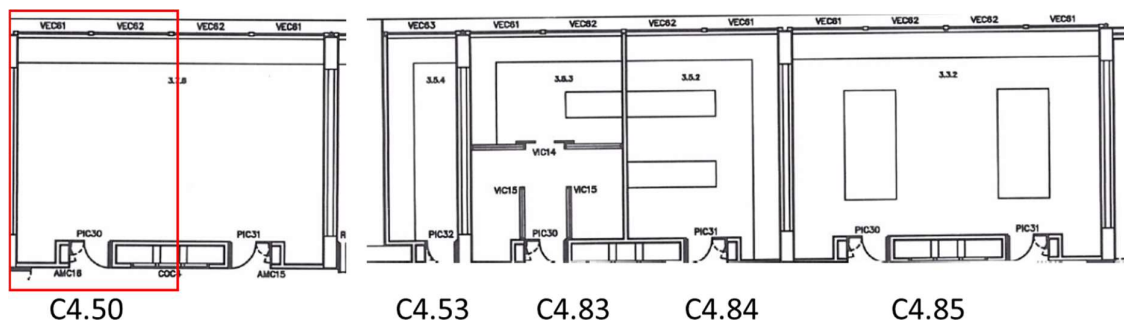

Figura 16A
- C4.50 - Laboratório de Virologia, localizado no 4º piso do Edifício C (Figura 16A);
- C4.85 - Laboratório de Biologia Molecular, localizado no 4º piso do Edifício C (Figura 16A).
- C4.53- Laboratório de Cultura de Células, localizado no 4º piso do Edifício C (Figura 16A)
- C4.83 – Laboratório de Virologia e Imunologia, localizado no 4º piso do Edifício C (Figura 16A);
- C4.84 – Laboratório Geral, localizado no 4º piso do Edifício C (Figura 16A)